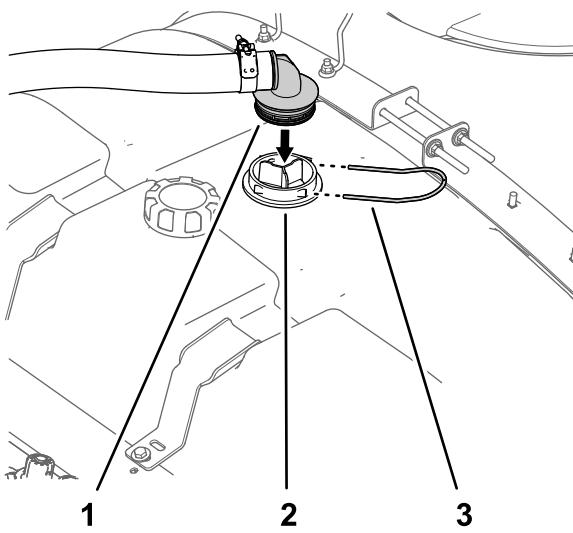

図 18
1. 液剤給液ホースの、バーブ付き90°フィッティングを吸い込みスクリーンのハウジングに合わせる図 18。
2. バーブ付き 90° フィッティングを、ハウジング図 18に固定するステップ1 すすぎタンクを取り外す(ページ 5)で外したリテーナを使用する。